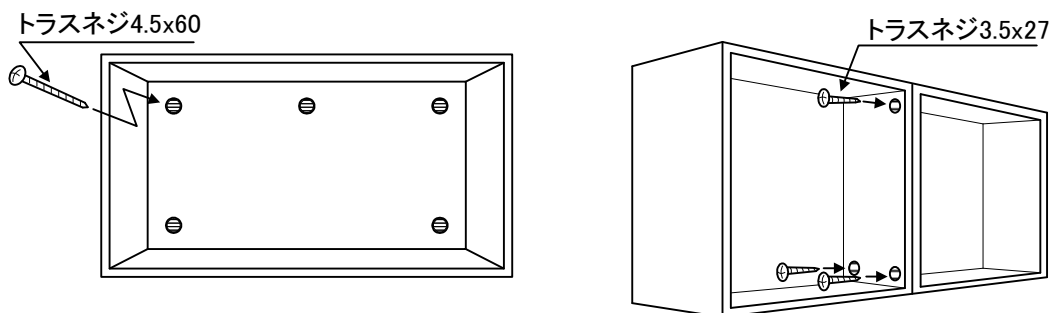

図4
③キャビネットを連結する場合は、キャビネットに加工した連結用下穴より隣接するキャビネット側板に付属ネジ（トラスネジ3.5x27）でスキがでないように連結してください。（図4）